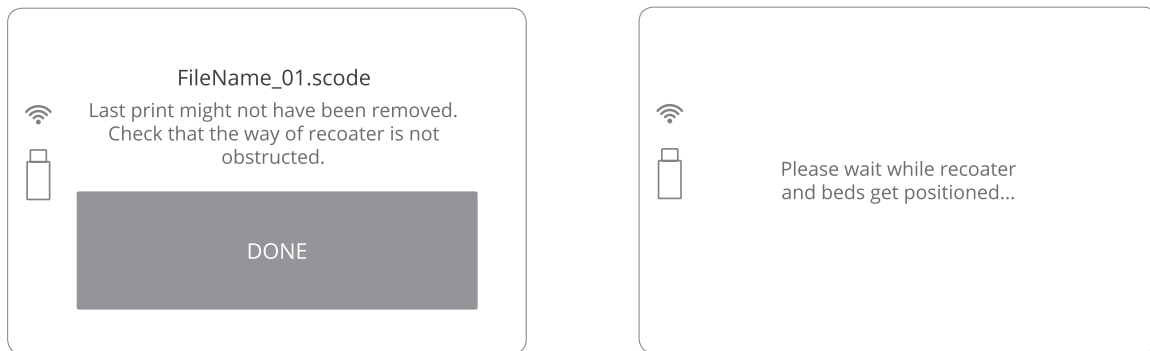
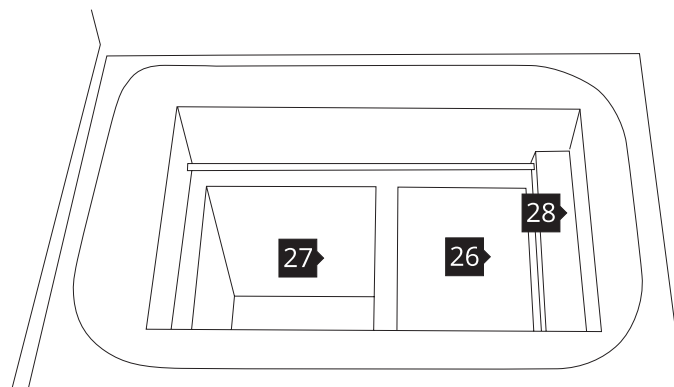

Bild 16. Positionierung der Betten und der RECOATER-Bildschirme.
Bild 17. Neu positionierte BETTEN: DRUCKBETT **26** und bereit zum Befüllen mit Pulver VORSCHUBBETT **27**. Grundposition des RECOATERS **28**.
7. Wenn Sie auf DONE klicken, werden der RECOATER und die BETTEN neu positioniert (Bild 16). Während dieses Vorgangs wird die Höhe der beiden Betten dem aktuell ausgewählten Druckvorgang entsprechend eingestellt (Bild 17).